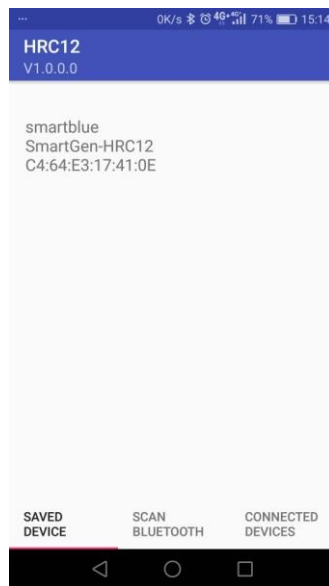

Рис. 5 Інтерфейс збережених пристроїв
(1) Завантажте додаток HRC12 Bluetooth Communication Module з SmartGen та встановіть його на мобільний телефон; відкрийте інтерфейс мобільного додатка, як показано на рис. 5 «Інтерфейс збережених пристроїв», і список покаже збережений пристрій. Натисніть на підключений пристрій (якщо підключення відбулося успішно, ви перейдете до інтерфейсу підключення. Якщо підключення затягнулося або пристрій знаходиться занадто далеко, щоб підключитися, він відобразиться на поточній сторінці). Натисніть і утримуйте, щоб видалити (з'явиться діалогове вікно видалення).